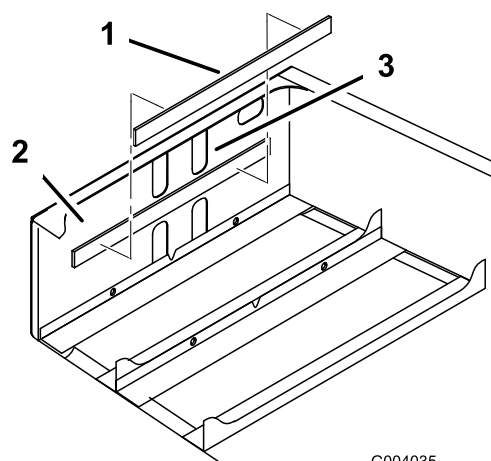

図 5
3. 図 5に示すように、バッテリー・パッドの裏
に取り付けてください（図 5）。